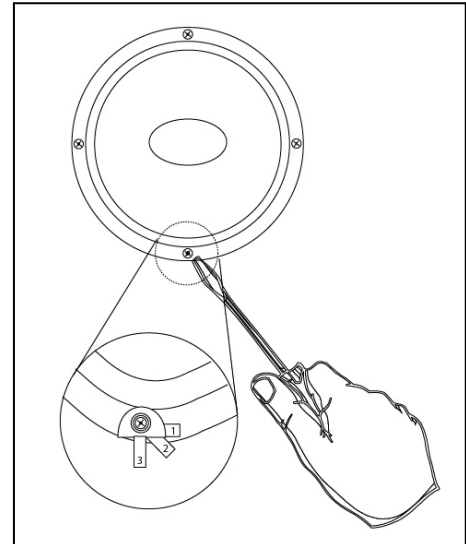

Figura 5
- Utilice una mano para empujar la bocina dentro del recorte (nuevamente, tenga cuidado de **no** presionar sobre el cono del woofer, esto puede causar deformación permanente de la bobina de voz, produciendo por lo tanto un sonido de fricción mecánica, o falla de la bocina) y la otra mano para girar los tornillos que enganchan las lengüetas de instalación (ver la **Figura 5**). Apriete las lengüetas de manera transversal según un patrón en “X” hasta que queden “ajustadas”. Tenga cuidado de no apretar excesivamente las lengüetas o podría producirse un daño. La bocina debe quedar al ras con respecto a la superficie.